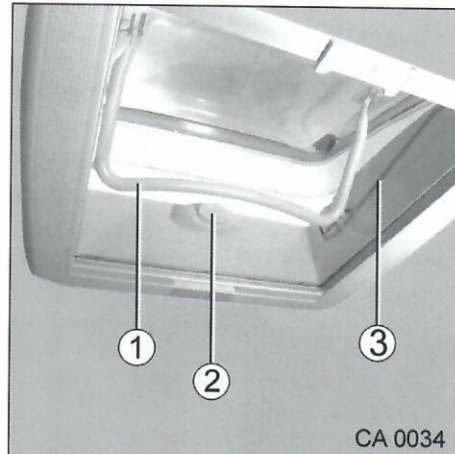

Abb. 9 Mini-Heki
1. Drucktaster (Abb. 9, Pos. 2) drücken und gleichzeitig den Bügel (Abb. 9, Pos. 1) am Drucktaster (Abb. 9, Pos. 2) vorbei in der Führungsnut (Abb. 9, Pos. 3) nach unten ziehen.
1. Dachhaube durch herunterziehen des Bügels (Abb. 9, Pos. 1) schließen.
2. Bügel (Abb. 9, Pos. 1) durch Drucktaster (Abb. 9, Pos. 2) arretieren.